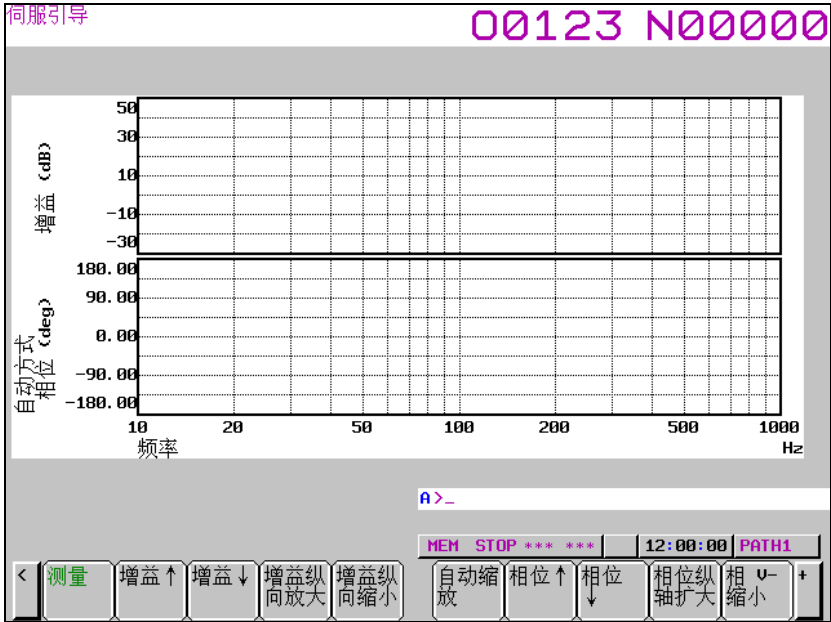

图1.9.1.5 (a)
- 7 按下软键〔BODE〕。出现 图 1.9.1.5 (a)所示的波形画面。